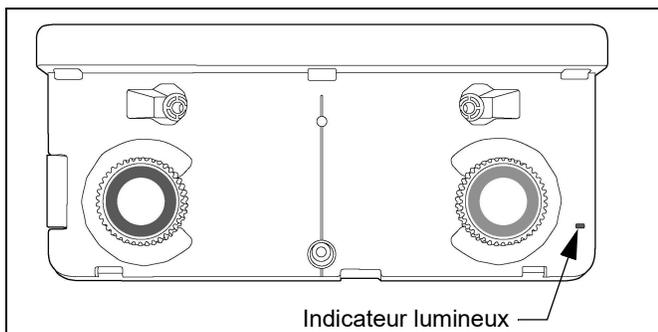

Figure 34
**REMARQUE :** L'unité tactile s'active et l'indicateur lumineux devient bleu. (Voir figure 34)